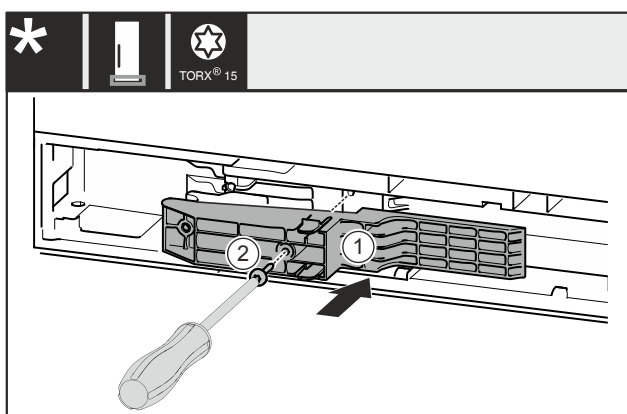

Fig. 51 *
- ▶ Helyezze be az illesztődarabot Fig. 51 (1) a mélyedésbe a fogantyú felőli oldalán.*
- ▶ Húzza meg a csavart Fig. 51 (2) csavarhúzóval.*